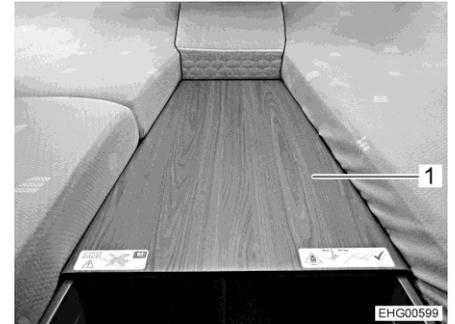

Bild 81 Lange Ablage (eingehängt)
- ▷ Die lange Ablage (Bild 81,1) maximal mit 80 kg belasten.
- ▷ Die lange Ablage (Bild 81,1) nur mit aufgelegtem Zusatzpolster nutzen.
- Lange Ablage (Bild 81,1) an der Umrandung der Einzelbetten einhängen.